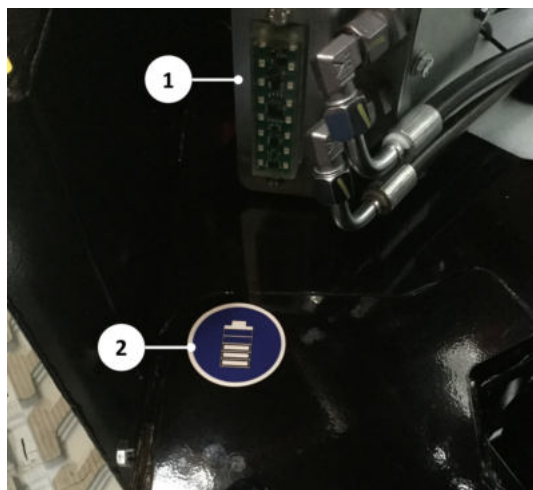

Figure 5.3 Barre de progression avec pictogramme
Il y a une barre de progression (1) sur la grue qui indique l'état de charge (SOC = State of Charge) et le mode de charge (M) des blocs-batteries. L'emplacement de la barre de progression sur la grue est indiqué par le pictogramme (2) (voir *Figure 5.3*).